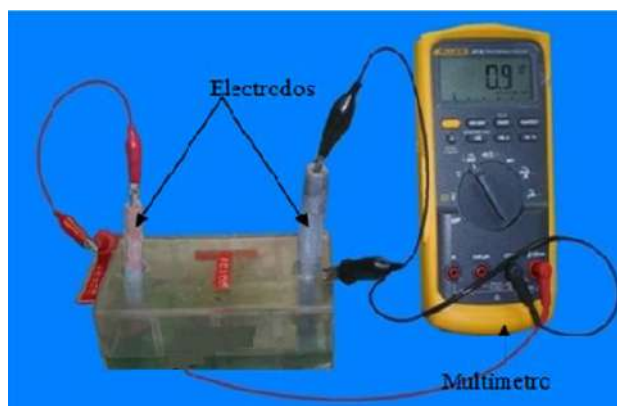

Figura 6.10 Diferencia de potencial entre electrodos
- g) Arme el dispositivo de la figura 6.10